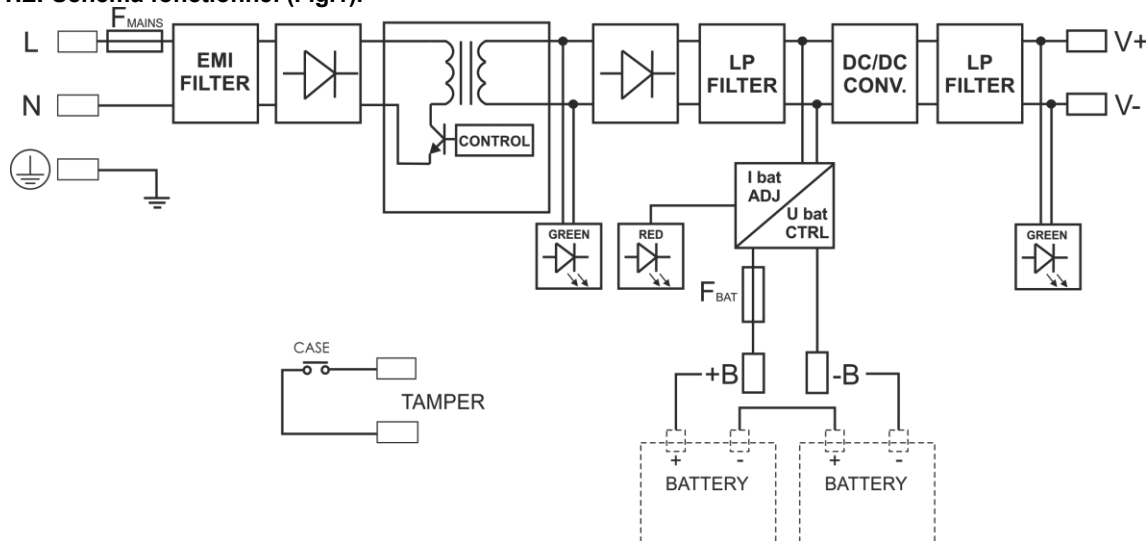

Fig.1. Schéma fonctionnel du bloc d'alimentation.
1.2. Schéma fonctionnel (Fig.1).